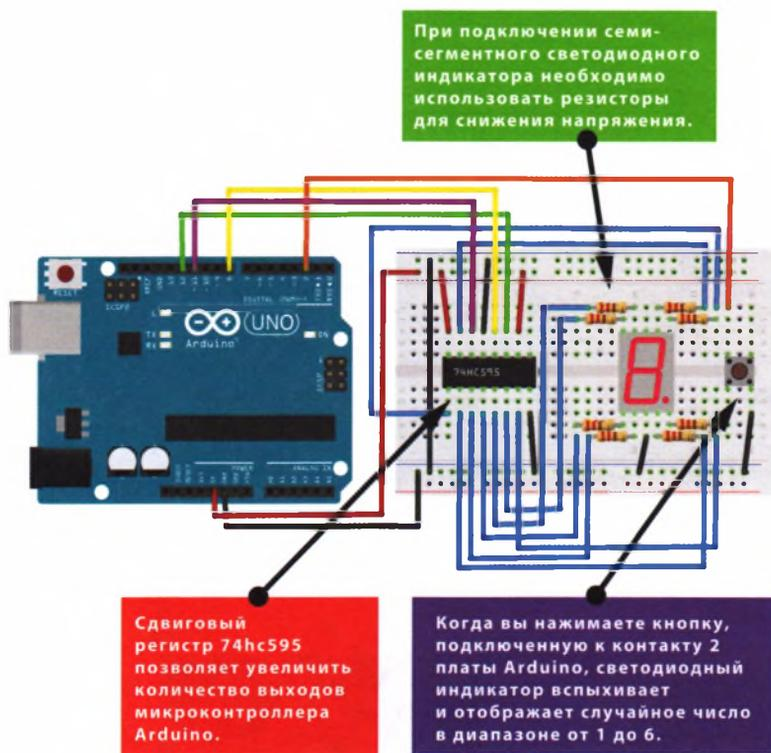

РИСУНОК 16.5
6. Убедитесь, что ваша цепь соответствует схеме, показанной на рис. 16.5 и загрузите в память Arduino код скетча, приведенный в разделе «Скетч» далее в этом проекте.